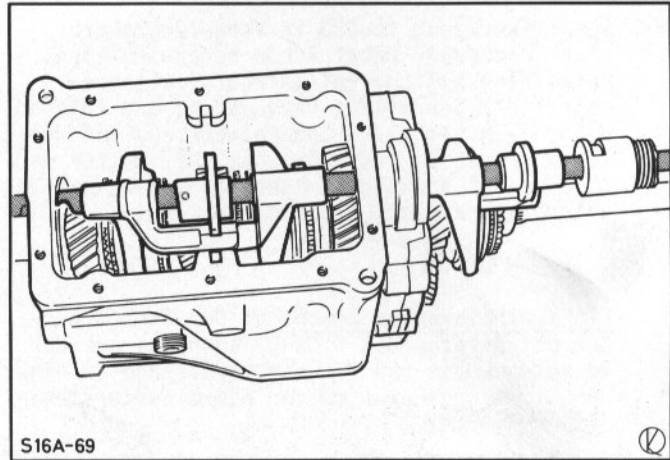

Abb.142 Schaltstange und Schaltgabeln einsetzen
51. Schaltstange und Schaltgabeln einbauen, Abb.142. Schalthülse, Schaltgabel-5. Gang, Schaltgabel 1./2. Gang, Schaltstifthalter mit Sperrplatte und Schaltgabel 3./4. Gang einzeln einsetzen, dabei zur Schaltstange fluchtend ausrichten und Schaltstange in das Gehäuse hineindrücken. Schalthülse und Schaltstifthalter entsprechend zu den Schaltgabeln ausrichten.